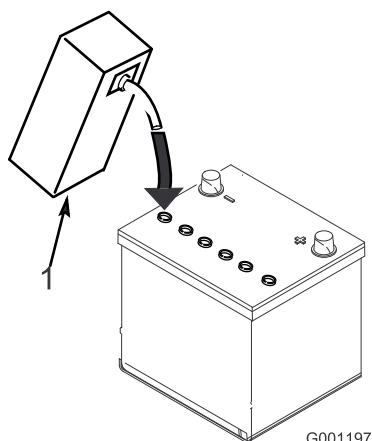

図 4
3. 各セルに慎重に電解液を満たす。電極板が 6 mm 程度水没するぐらいが適当 (図 4)。
4. 電極板が液を吸収するまで 20～30 分間程度待つ。必要に応じて、電極板が 6 mm 程度水没するぐらいに電解液を補充する (図 4)。